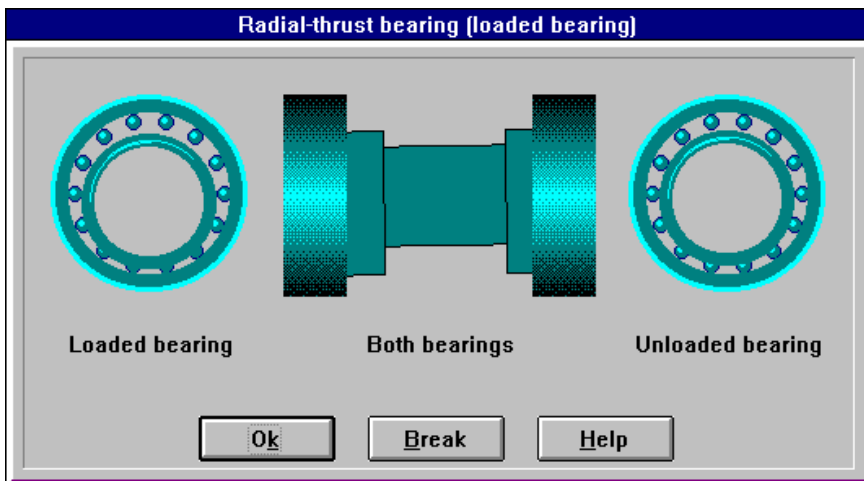

Рисунок 6 – Фрагмент анімації руху для радіально-упорного підшипника
4) У вигляді анімації. Для того, щоб мати загальну уяву про реальний характер руху підшипника, використовується анімація. Для цього використовується усе той же масив зі ста положень центра підшипника. На рис. 6 показаний фрагмент анімації биттів кулькового радіально-упорного підшипника.